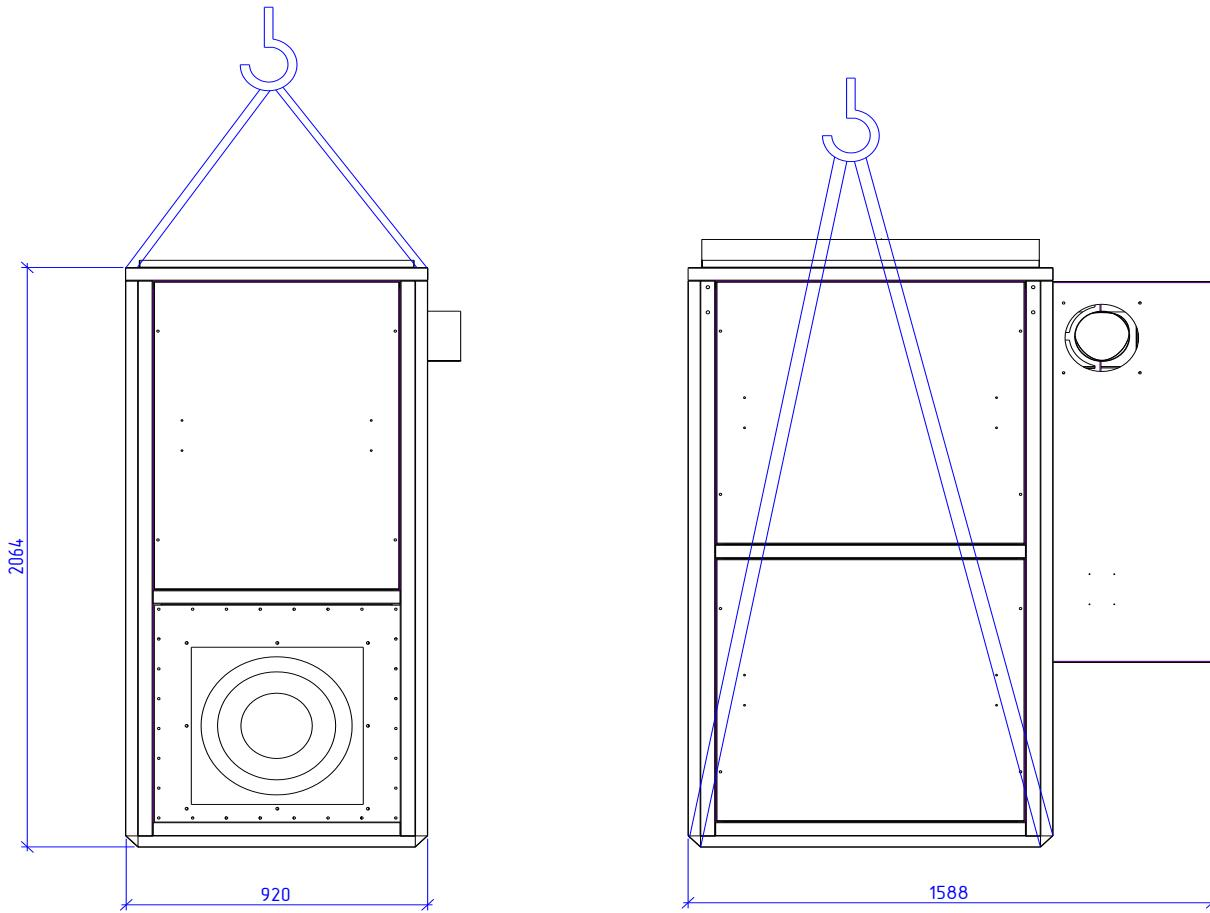

Рисунок 5 - Схема строповки
- строповку производить в соответствии со схемой строповки (*рис.5*);